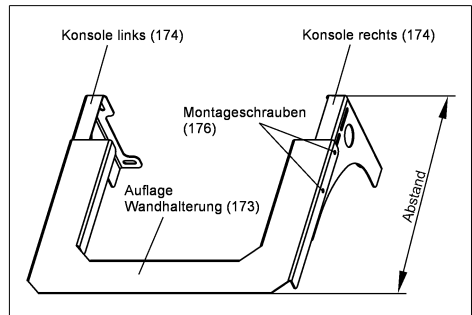

Abb. 9: Wandhalterung
- Abstand zwischen der vorderen Fläche des Geräts und der Wand bestimmen und die beiden Konsolen (174) mit der Auflage (173) den Abmessungen entsprechend verschrauben (siehe Abb. 9).
- Falls erforderlich, die Befestigungsschrauben leicht lösen (176) und die Halterung an der unteren Vorderkante des Salzvorratsbehälters ausrichten.